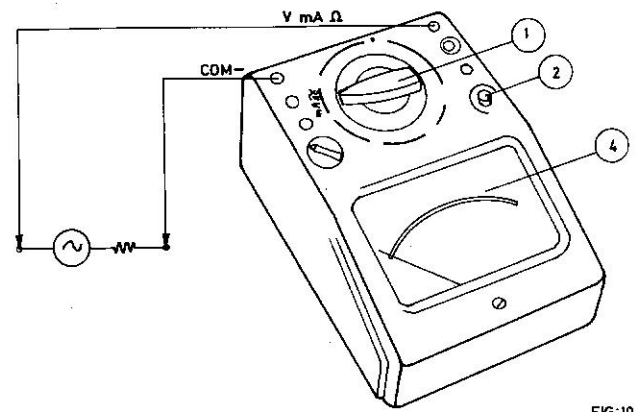

FIG:10
- Agir sur le Commutateur principal (1) pour afficher le calibre désiré.
- Brancher les cordons de mesure comme indiqué fig. 10, le sens de branchement étant indifférent.
- Dans le cas ou le disjoncteur (2) déclenche, ôter les cordons de mesure. Examiner la cause du déclenchement (voir liste « conseils généraux » page 2) puis appuyer sur le poussoir rouge. Reprendre ensuite la mesure normalement.
- Lire la valeur mesurée (4) selon les instructions du tableau ci-après :